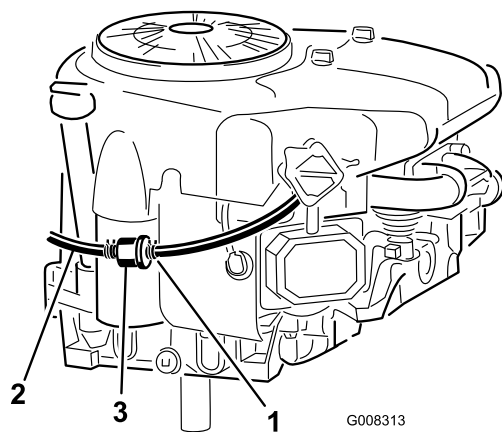

Figure 28
7. Pincez les extrémités du collier de fixation et poussez le collier en haut de la conduite d'alimentation, en direction du réservoir de carburant (Figure 28).
- Débranchez la conduite d'alimentation du filtre (Figure 28) et laissez l'essence s'écouler dans un bidon ou un bac de vidange.
- Rapprochez le collier de serrage du filtre pour fixer la conduite d'alimentation et le filtre à carburant (Figure 28).
Le meilleur moment pour remplacer le filtre à carburant (Figure 28) est lorsque le réservoir à carburant est vide. Ne réinstallez jamais un filtre à carburant encrassé après l'avoir déposé de la conduite d'alimentation.